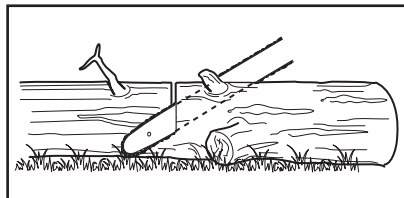

Fig. 32
1. Urmează aceste îndrumări simple pentru a tăia ușor. Când bușteanul este susținut pe toată lungimea (Fig. 32), se taie de sus (scurtare de deasupra).